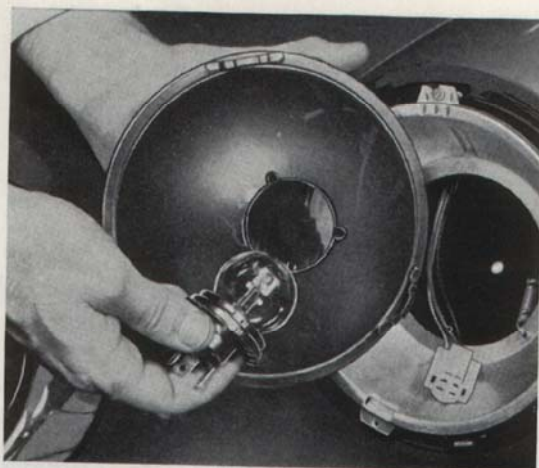

Bild 85. Montering av glödlampa
3. Montera den nya glödlampan, se bild 85. Tag inte i själva glödlampan med fingrarna.